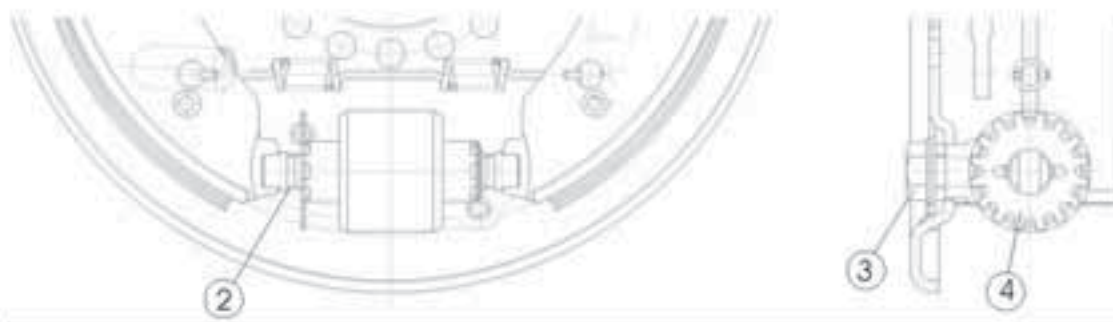

Bild 2
- 4.3 Reparaturarbeiten an der Bremse, wobei die Grundeinstellung der Gewindebolzen (Bild 2) an der automatischen Nachstellung verändert wurde.
5.4 Einstellmaß „a“ (siehe Bild 2), entsprechend nachfolgender Aufstellung an den Nachstellschrauben **1** der automatischen Nachstellung einstellen.
Bei diesen hydraulischen Servo-Bremsen ist eine zentrale Nachstellung für beide Bremsbacken vorhanden. (siehe Bild 2).